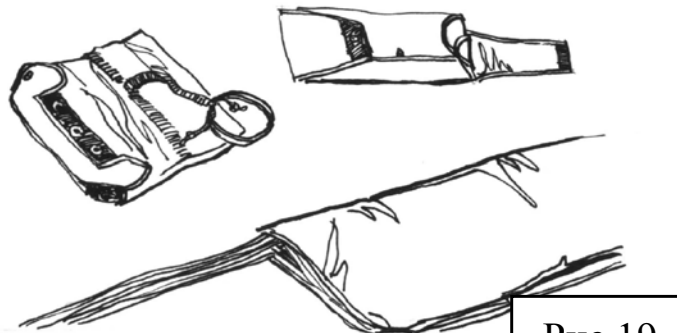
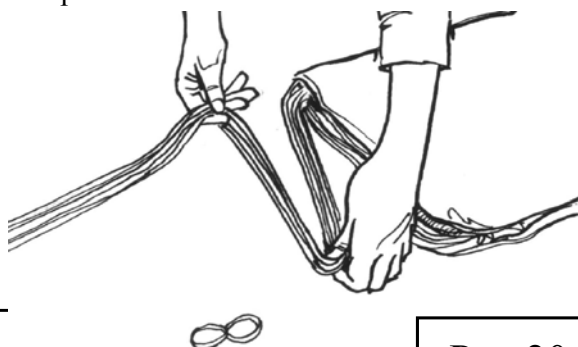

Рис.19
Рис.20
14. Положите внутренний контейнер рядом с парашютом, клапаном вниз (рис.19). Выложите по ширине контейнера S-образно пучок строп согласно рис.20.